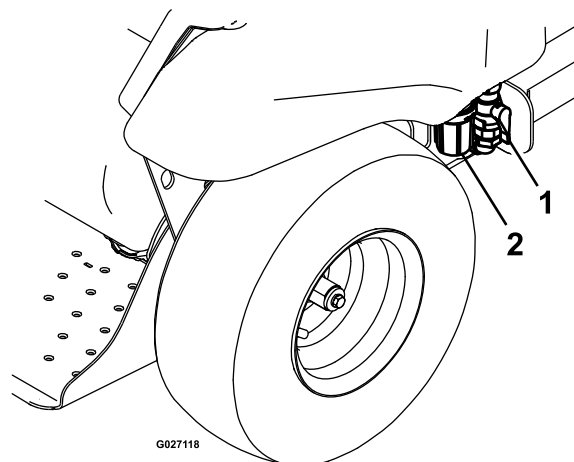

Figura 47
- Gire la maneta de la válvula de alimentación de la bomba de fumigación 90° en sentido antihorario (Figura 47).
- Coloque un recipiente debajo del filtro (Figura 47).